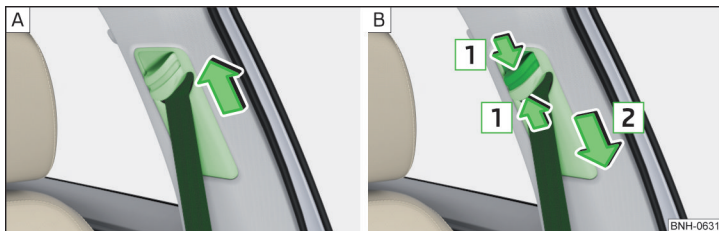

Fig. 17 Reglarea pe înălțime a centurilor de siguranță ale locurilor din față
- › Deplasați dispozitivul de ghidare **în sus**, în direcția săgeții » fig. 17 - [A].
- › **Sau:** Comprimați siguranța în sensul săgeților **1** și deplasați dispozitivul de ghidare **în jos** în sensul săgeții **2** » fig. 17 - [B].